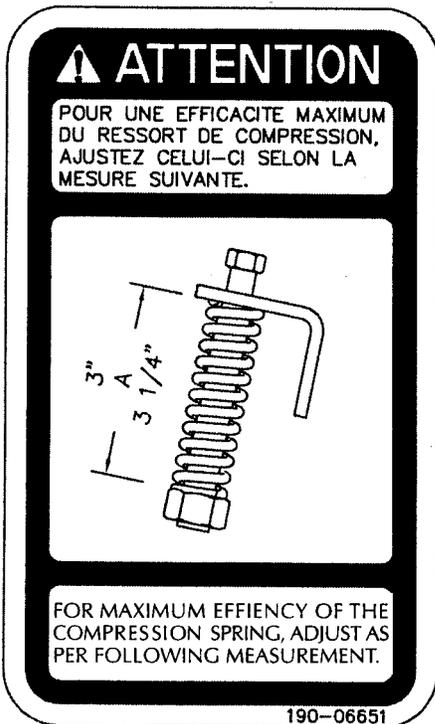

Figure 14
- 3) Vérifier l'ajustement du tendeur de chaîne. Le ressort qui maintient la tension doit être compressé afin d'être d'une longueur variant entre 3" et 3¼" (Fig. 14).